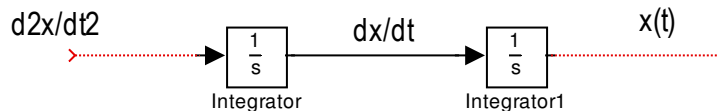

Figura 7.12.- Obtención de $x(t)$ mediante la doble integración de $\frac{d^2 x(t)}{dt^2}$
2) **Crear un diagrama de simulación con tantos integradores en cascada como el orden del sistema** en donde la salida del sistema es la salida del último integrador.- En este caso el orden del sistema es 2 y la salida del sistema $x(t)$ se toma del segundo integrador. Hasta este punto el diagrama de simulación lucirá como en la figura 7.12. Obsérvese que si la salida del segundo integrador es $x(t)$, forzosamente su entrada deberá ser $\frac{dx(t)}{dt}$, la cual es la salida del primer integrador y por lo tanto su entrada deberá ser $\frac{d^2 x(t)}{dt^2}$